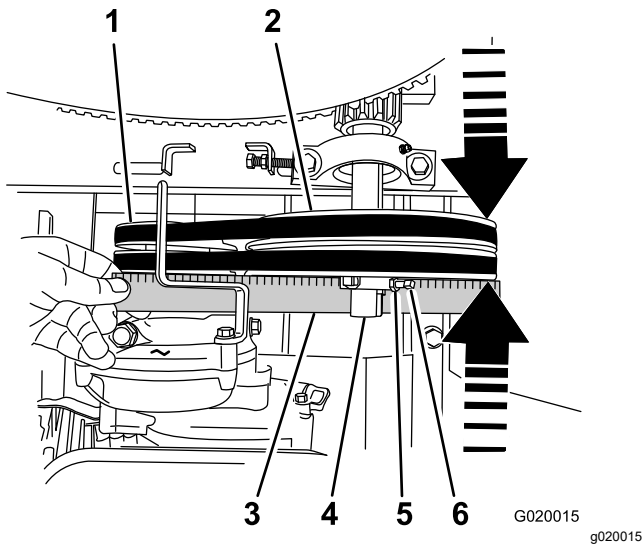

Figura 70
5. Coloque una regla sobre las caras de la polea del motor y de la polea tensora (Figura 70).
- B. Afloje las contratuercas y los tornillos de fijación que sujetan la polea tensora al eje (Figura 70).
- C. Dando golpecitos con un mazo de goma, mueva la polea tensora hacia adelante o hacia atrás en el eje hasta que la polea del motor y la polea tensora estén alineadas con la regla (Figura 70).
- D. Apriete los tornillos de fijación y las contratuercas que sujetan la polea tensora al eje (Figura 70).